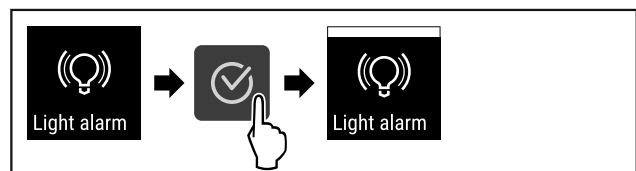

Fig. 119
- ▶ Провести етапи операцій (див. Fig. 119).